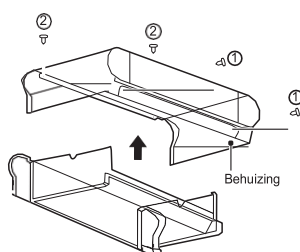

Fig 4-6 Behuizing verwijderen
- Verwijder, zoals getoond op Fig. 4-6, de schroeven ① * 2 en ② * 2 en vervolgens de behuizing.